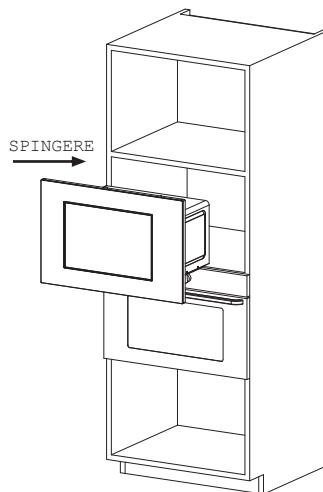

Fig. 1
a) Collegare il forno a microonde nel mobile da incasso e spingerlo avanti fino in fondo. (Fig. 1)